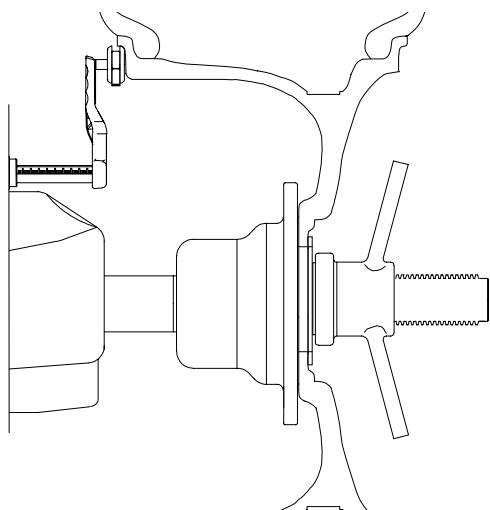

Figure 22
**4.5.1 Distance jante (écart)** - Déplacer l'arbre d'écart jante vers le bord de la jante, mettre en contact le pointeur avec le bord de la jante de la façon indiquée à la Figure 22 et maintenir en place pendant environ une seconde. L'alarme sonnera quand les valeurs de distance auront été calculées et entrées automatiquement. Ramener le bras à sa position entièrement interne et abaissée sur l'équilibreuse. Ne pas laisser le bras de mesure "pendre" devant l'équilibreuse.